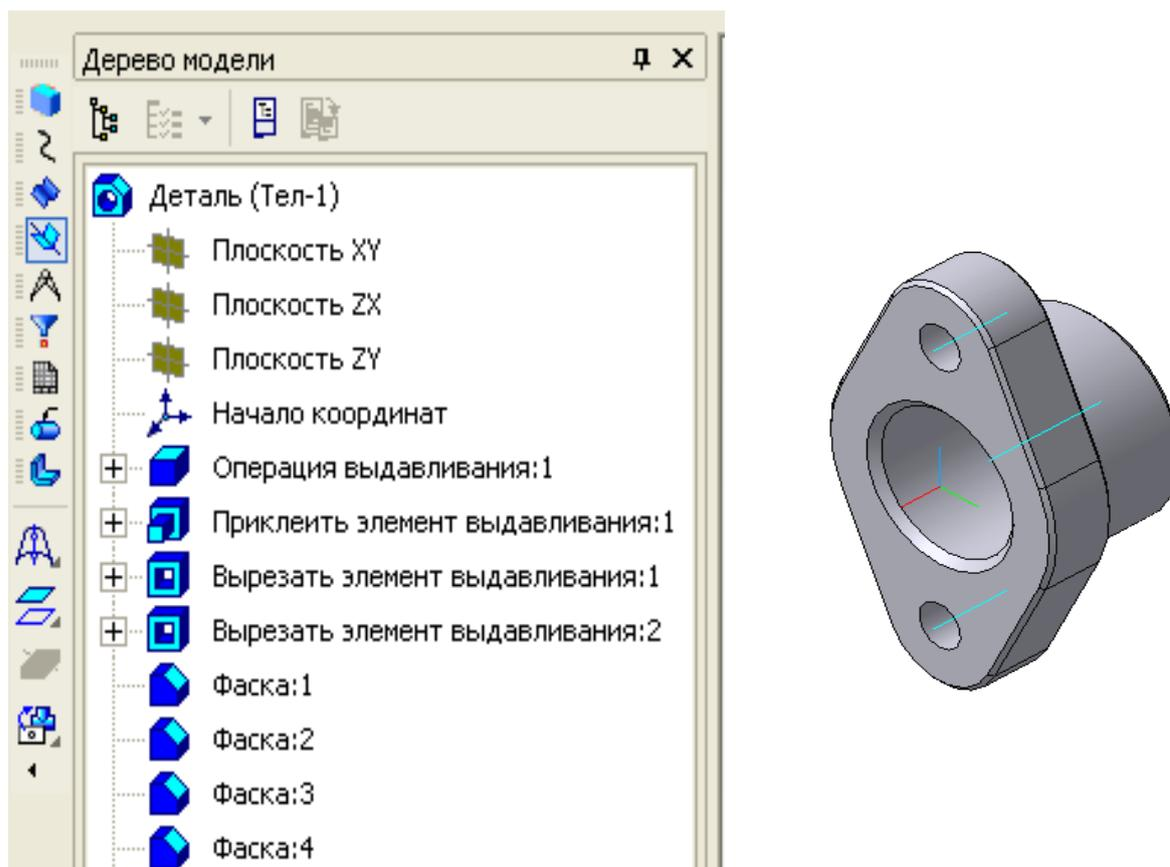

Рис. 3.69. Дерево модели и деталь «Подшипник»
1.5.7. Выполнить фаски: наружная фаска на окружности диаметром 50 мм размерами  $1 \times 45^\circ$  и две внутренние фаски на окружностях диаметром 35 мм –  $2 \times 45^\circ$  (см. рис. 3.69).